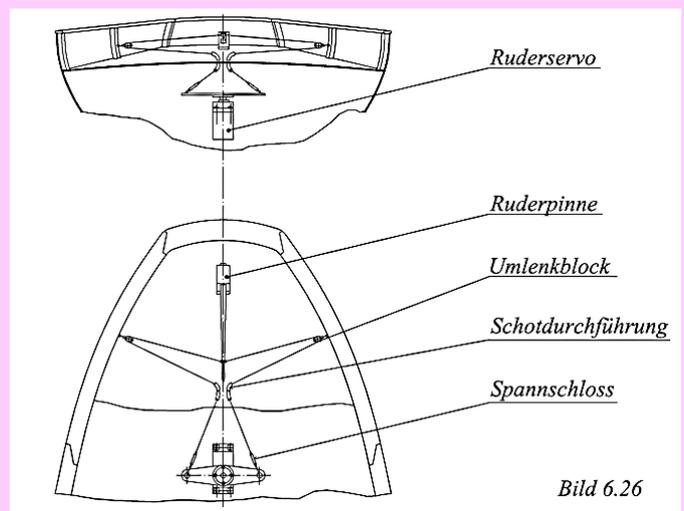

Bild 6.26:
- Das Ruderservo greift über vorgespannte (Stahl?)-Seile auf die Ruderpinne zu (Bild 6.26). Die Seile müssen über leichtgängige Rollen geführt und umgelenkt werden. Um Wassereinträge zu vermeiden, muß die Seildurchführung durch das Deck möglichst mittschiffs und/oder oberhalb des Decks ausgeführt werden. Der prinzipbedingte längere Stellweg an der Pinne wird durch einen (selbst hergestellten) längeren Servoarm erreicht. Zu den Nachteilen dieses Systems zählen neben dem großen Platzbedarf für das Ruderservo mit dem langen Arm auch die Reibungsverluste durch die Umlenkungen. Die Optik ist jedoch die eines festgezurrtes Ruders und dadurch sehr vorbildähnlich.